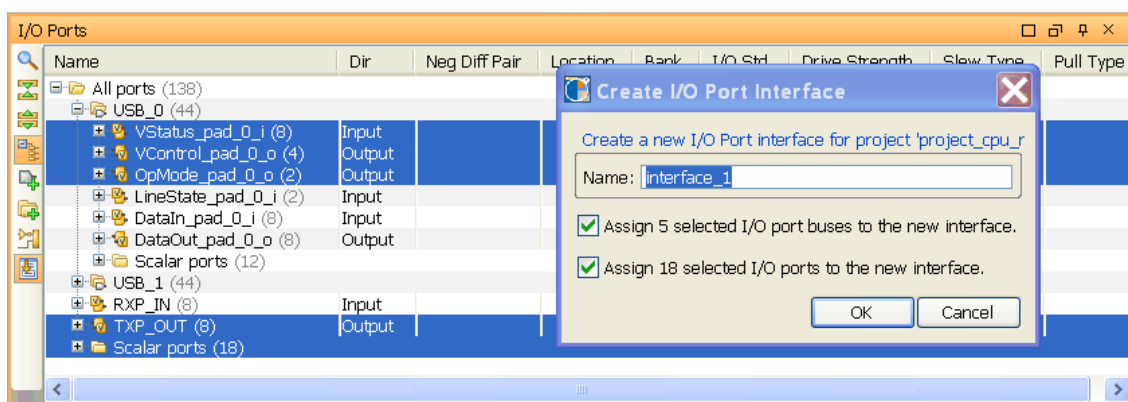

図 8-17： [Create I/O Ports Interface] ダイアログ ボックス
2. ポップアップメニューで [Create I/O Port Interface] をクリックします (237 ページの図 8-17)。